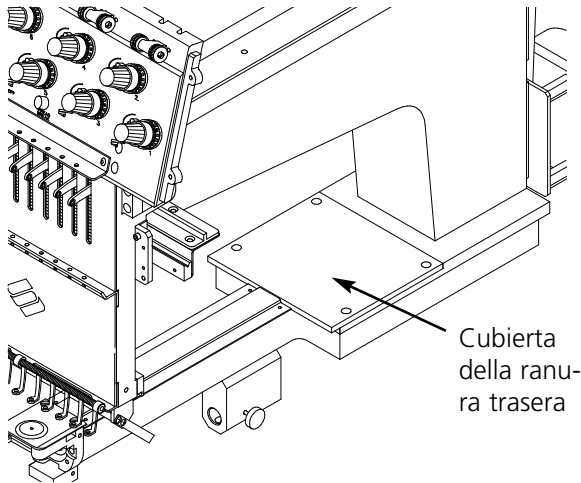
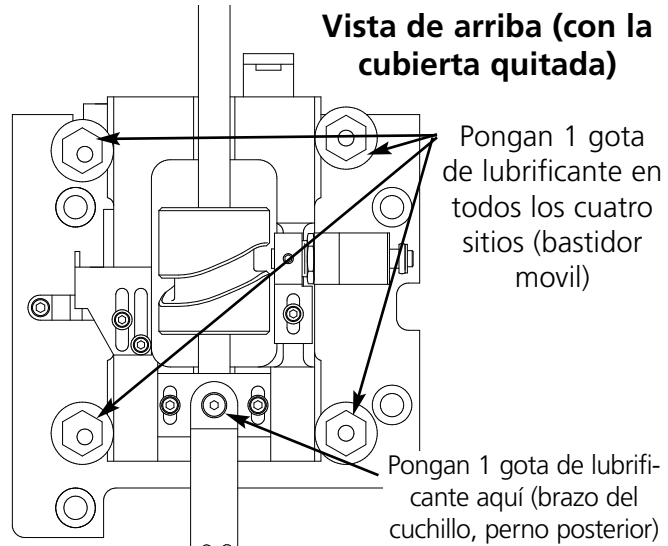

Figura 4-14
Figura 4-15
5. Cuando la pantalla visualiza bastidor móvil, brazo del cuchillo, perno posterior, aprieten . De esta manera el eje x/y será desplazado al centro del bastidor. Quiten la cubierta della ranura trasera (Figura 4-14). Consulten la Figura 4-15 para lubricar el bastidor móvil del corta-hilos y el brazo del cuchillo, perno posterior. Aprieten  después de haberlo efectuado. Coloquen de nuevo la cubierta della ranura trasera.